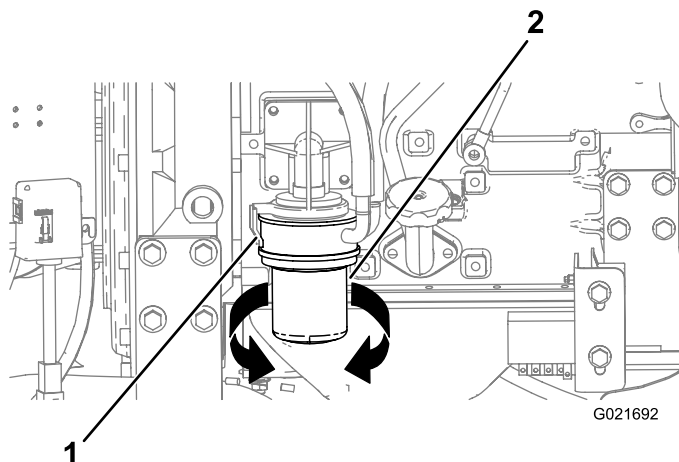

Figura 124
3. Coloque un recipiente o varios trapos debajo del filtro de aceite y del adaptador del filtro de aceite (Figura 124).
4. Gire el filtro de aceite en sentido antihorario y retire el filtro de aceite (Figura 124).
8. Alinee el filtro de aceite con el adaptador y gírelo en sentido horario hasta que la junta del filtro de aceite entre en contacto con el adaptador del filtro de aceite (Figura 124).
9. Gire con la mano el filtro de aceite otra media vuelta (Figura 124).